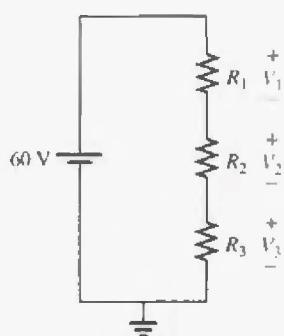

FIGURA 5.91
22. Encuentre el voltaje en cada resistor de la figura 5.91 si $R_1 = 2R_3$ y $R_2 = 7R_3$.